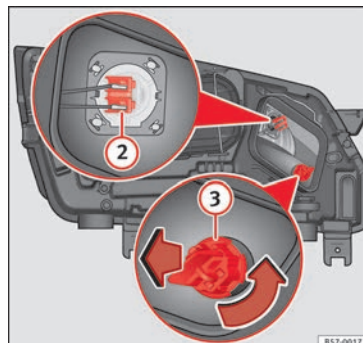

Fig. 107 En el vano motor: lámpara de luz de carretera ② y lámpara intermitente ③.
3. Presione lateralmente el conector » **fig. 107** ② a la izquierda o derecha y tire.
3. Gire el portalámparas » **fig. 107 ③** a la izquierda y tire.